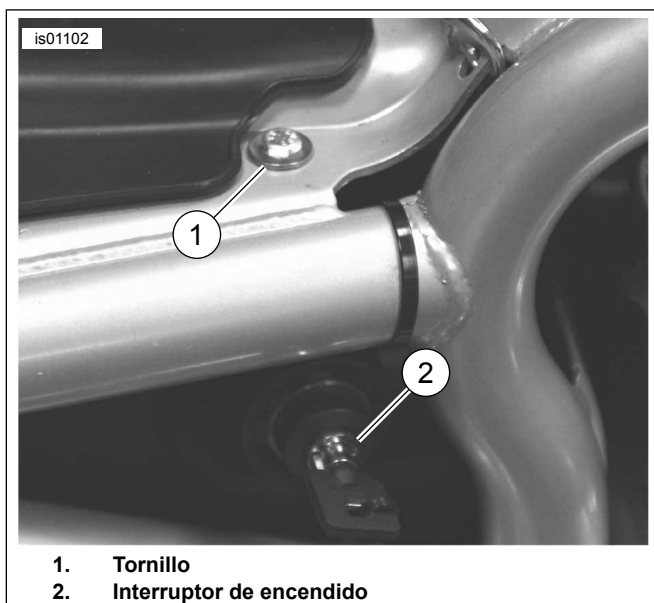

Figura 6. Conexión a tierra (modelos V-Rod de 2006 y anteriores)
1. Ver Figura 6 . Extraiga el tornillo (1, debajo del asiento) que sujeta el interruptor de encendido (2) al lado derecho de la estructura.